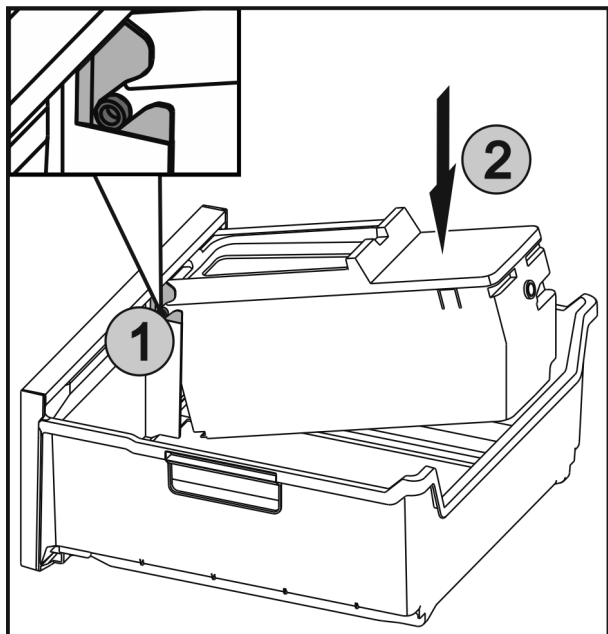

Fig. 42
- ▶ Вкарайте осите Fig. 42 (1) на EasyTwist-Ice във водачите и натиснете задната страна Fig. 42 (2), докато езичето се фиксира.